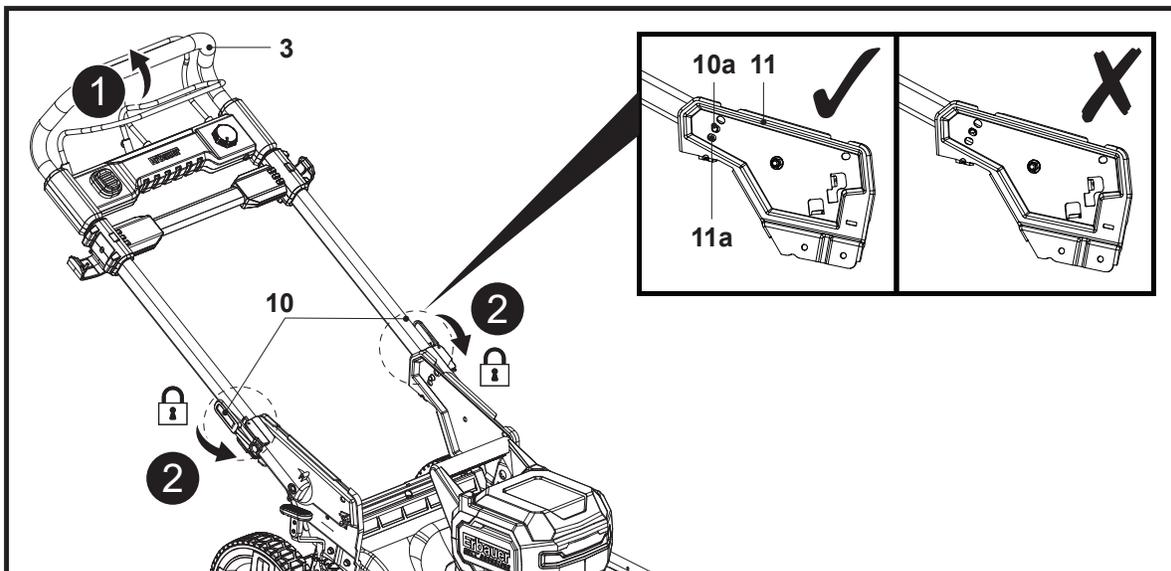

Fig. 2
3. Saisir le guidon (3) et continuer à le faire tourner jusqu'à ce que la goupille de verrouillage (10a) du levier de verrouillage (10) s'engage automatiquement dans l'un des trous (11a) du support de guidon (11) en fonction de la hauteur de guidon requise. Faire tourner les deux leviers de verrouillage (10) dans le sens des aiguilles d'une montre pour fixer le guidon (Fig. 2, étapes 1, 2).